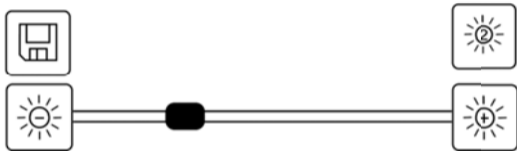

图 9
**亮度调整：**点击亮度调整图标  后将出现如（图 9）的亮度调整功能菜单，滑动亮度调整块  向左或右，也可点击滑块二侧的曝光+ 曝光-图标；来调整，屏幕画面将变暗或变亮显示，亮度显示合适后我们选择保存按钮  将此参数保存。